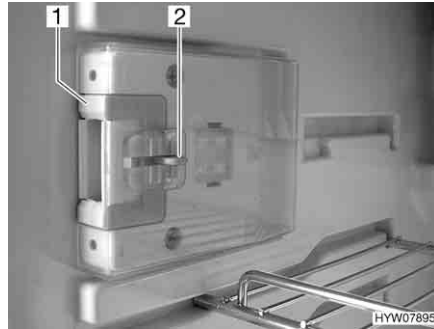
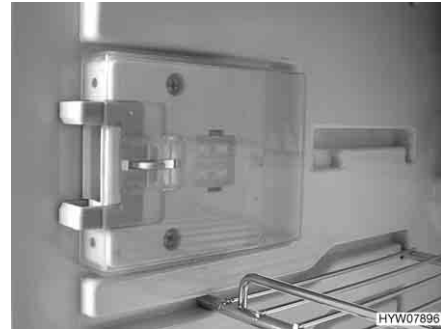

Bild 175 Verschlusseinrichtung in Normalstellung
Bild 176 Verschlusseinrichtung in Lüftungsstellung
- Die Entriegelung (Bild 175,2) eindrücken.
- Die Verschlusseinrichtung (Bild 175,1) nach vorn schieben (Bild 176).